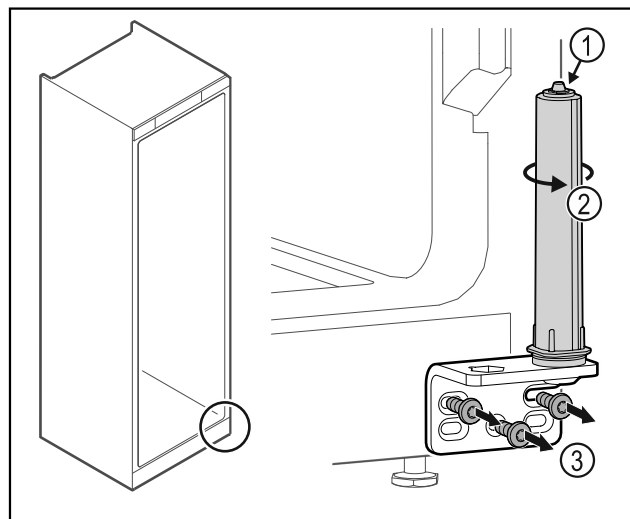

Fig. 51
- Ne szedje szét az ajtó zárrendszert Fig. 51 (1).
- Forgassa el a zárrendszert Fig. 51 (2), amíg az be nem kattann.
- Csavarozza le a csuklópántot Fig. 51 (3).